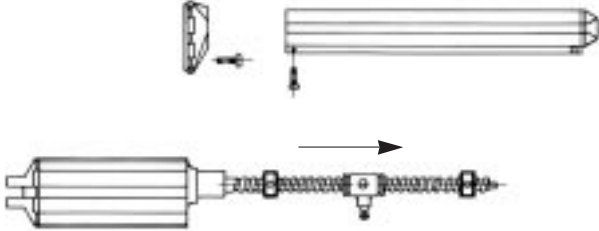

Fig. 8
Si se utiliza el motor BRACCIO, no es necesario fijar topes u otros dispositivos a la columna porque está dotado en su interior de virolas regulables, tanto para la carrera de apertura como para la de cierre. Se accede a las virolas quitando la tapa del tornillo en el sentido de la flecha que aparece en el esquema (Fig. 8). Para obtener la apertura deseada, es suficiente desplazar la virola (A) y bloquearla a la tuerca de husillo con una llave Allen N° 4. Per obtener el cierre deseado, se debe desplazar la virola (B) y observar que el electroreductor se desenganche sin esfuerzo de la fijación de la cancela.